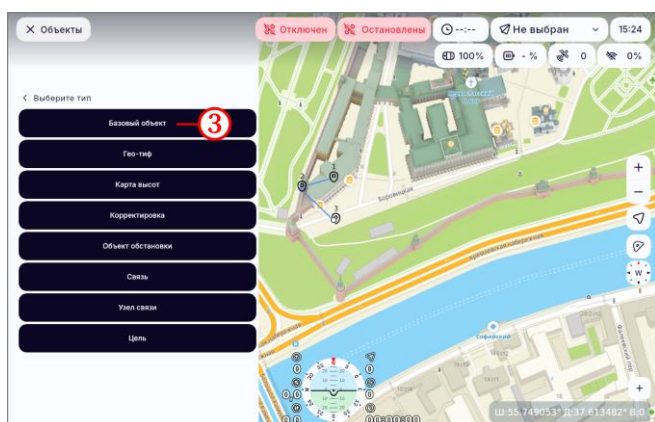

Рисунок 73
- выбрать пункт «Базовый объект» (рисунок 73, шаг 3);